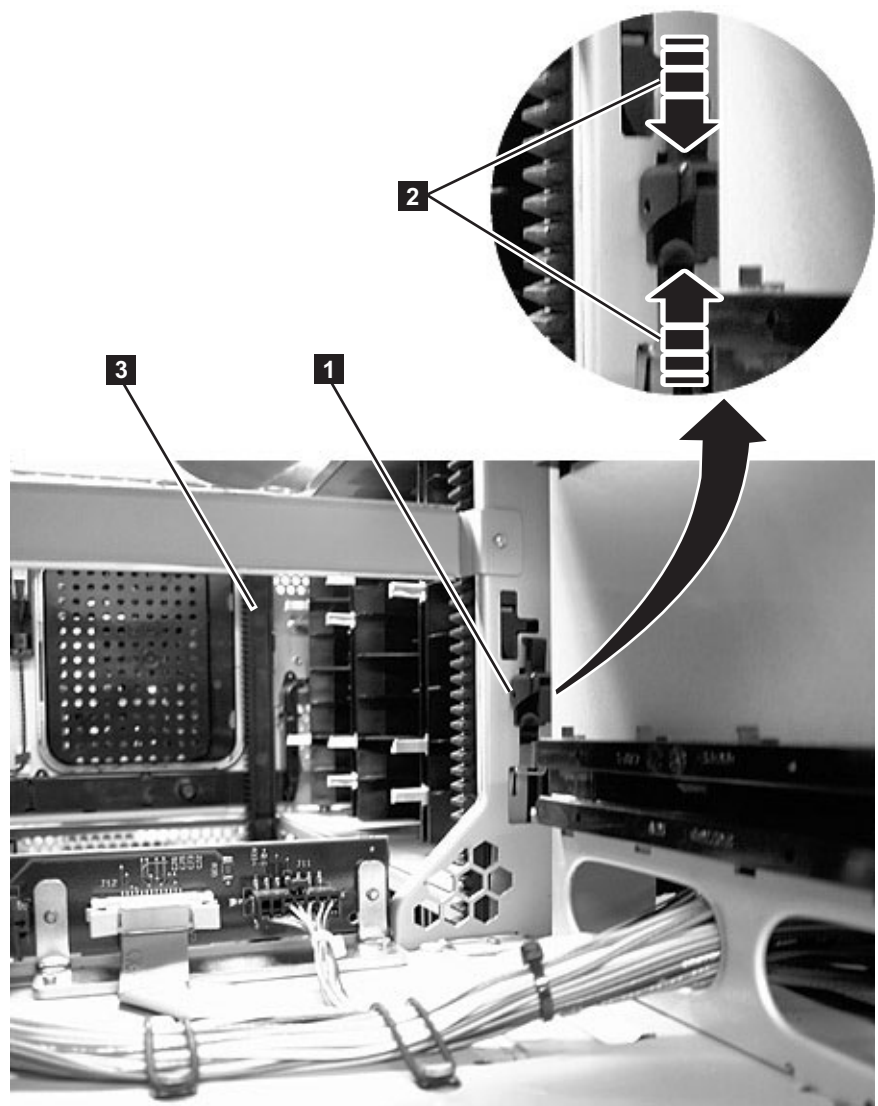

Рисунок 11-13. Зубчатая рейка
Для того чтобы сборщик мог перемещаться внутри многомодульной библиотеки от одного модуля к другому, передние (**3** в рис. 11-13 на стр. 11-21) и задние (**1** в рис. 11-13 на стр. 11-21) зубчатые рейки в модуле управления должны быть правильно подогнаны к рейкам в блоке расширения.
1. Слегка приподнимите и прижмите запирающий механизм рейки (**1** в рис. 11-13 на стр. 11-21) для размыкания рейки в модуле управления.
2. При этом (**2** в рис. 11-13 на стр. 11-21) опустите рейку вниз, чтобы она совместилась с рейкой блоке расширения, затем откройте запирающий механизм.